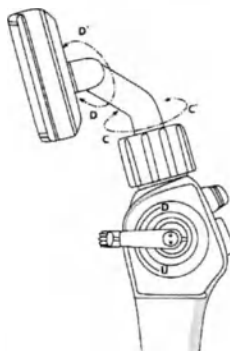

Рисунок 4.1.4-1 Подключение видеоэндоскопа к видеоцентру Endohand 3,5
3. Поверните фиксирующую гайку электрического коннектора видеоцентра Endohand 3,5 по часовой стрелке до фиксации соединения видеоэндоскопа и видеоцентра Endohand 3,5 (Рис. 4.1.4-1);